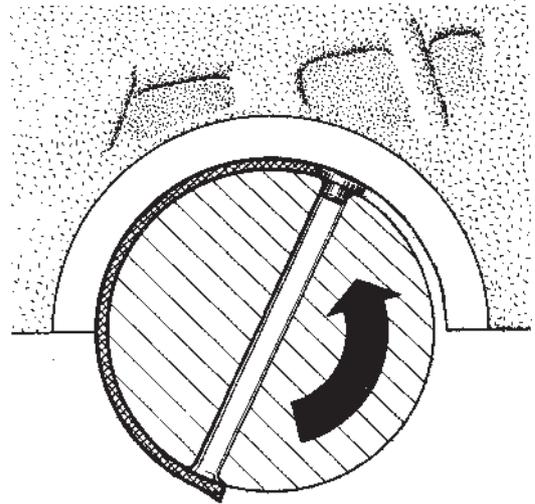

Fig. 90. Remplacement des coussinets de vilebrequin
4. Tourner le vilebrequin jusqu'à découvrir son orifice de passage d'huile. Mettre une cheville dans cet orifice de façon à ce qu'elle puisse entraîner le coussinet supérieur lorsqu'on tourne le vilebrequin (figure 90). Remarque : Le moteur est tourné dans le sens normal de rotation quand les coussinets sont sortis en roulant.